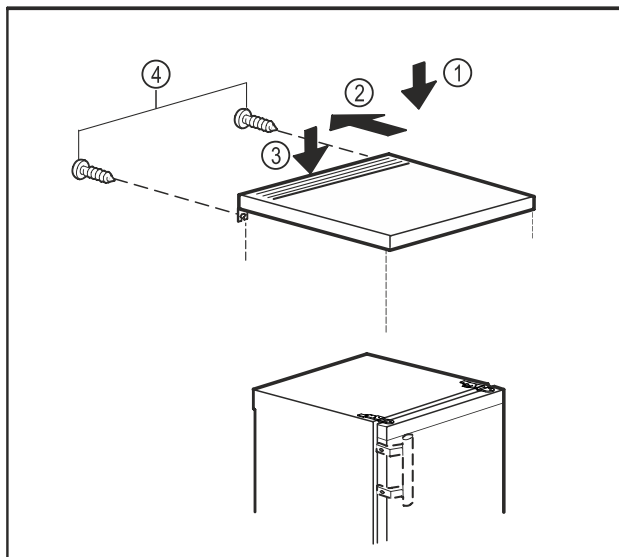

Fig. 19
- ▶ Položite stolnu ploču na uređaj. Fig. 19 (1)
- ▶ Pomaknite stolnu ploču prema natrag. Fig. 19 (2)
- ▶ Pritisnite stolnu ploču otraga prema dolje. Fig. 19 (3)
- ▶ Pritegnite vijke na stražnjoj strani. Fig. 19 (4)